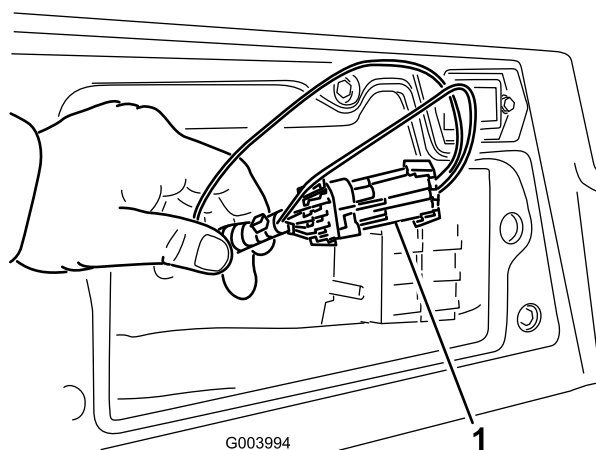

図 47
3. コントローラの近くにあるワイヤ・ハーネスとそのコネクタを探し出す（図 47）。